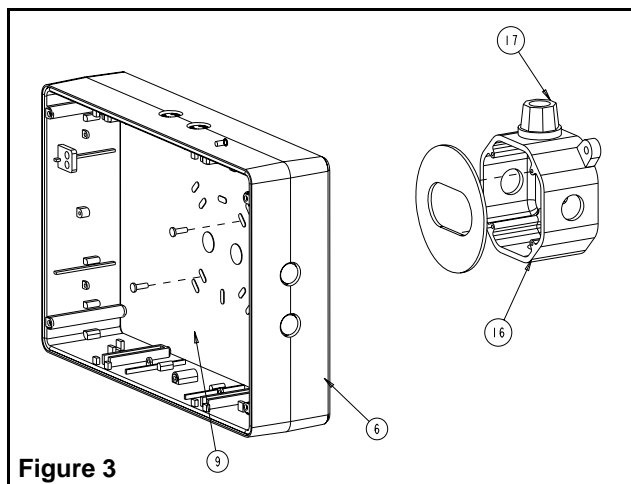

Figure 3
- b. Retirer la plaque arrière(9) de l'emballage. Choisir les trous défonçables appropriés au montage à une boîte de jonction (voir figure 3).